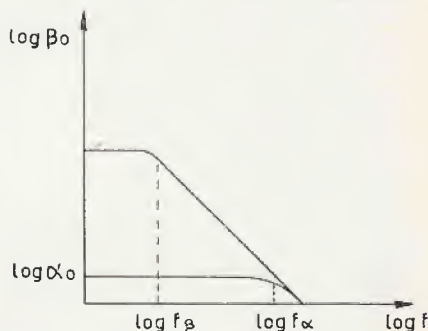

Fig. 1
Si vede dal diagramma riportato in fig. 1 (in cui si è dato a  $\beta_0$  un valore arbitrario), quale sia l'andamento rispettivo del modulo di  $\beta$  e di  $\alpha$  in **decibel** rispetto alla frequenza.
Tenendo però presente che l'andamento delle relazioni (1) e (3) indicato nella fig. 1 non è rispettato in pratica e che perciò il calcolo di  $f_\alpha$  dalla relazione (4) ove sia nota  $f_\beta$  da risultati poco realistici, che le misure sui transistori a frequenze dell'ordine di  $f_\alpha$  divennero estremamente complicate quando il valore di questa si spostò nella regione tra i 100 MHz e i 1000 MHz, e infine che nonostante tutto a frequenze molto maggiori di  $f_\beta$  è abbastanza vera una relazione del tipo